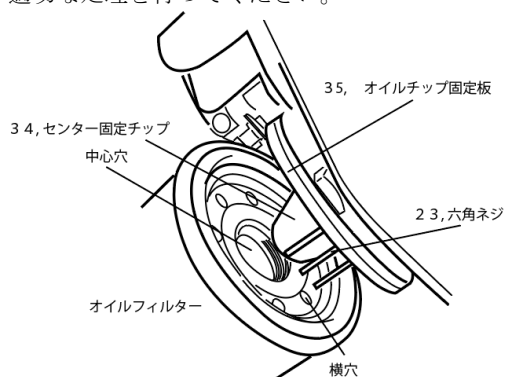

図5
- ① 本商品は、全長140mm、外径φ110mmまでのオイルフィルターに使用出来ます。
- ② 図5を参考に六角レンチを使用して、長さ違いの23, 六角ネジ3本を35, オイルチップ固定板から取り外してください。オイルフィルターの横穴の位置、深さに合わせて23, 六角ネジを選択し、35, オイルチップ固定板へ取り付けてください(23, 六角ネジは回転止め用途の為、1本でも使用可能です)。そして、オイルフィルターが水平に固定できるように34, センター固定チップに、オイルフィルターの中心穴を合わせてください。